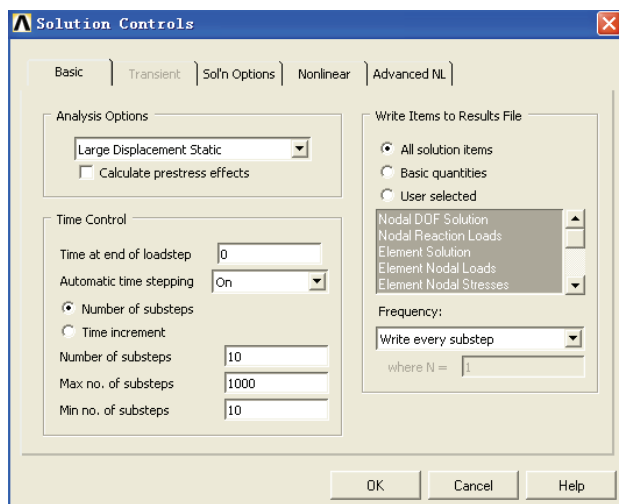

图 6-81 求解过程基本属性设置对话框
2) 选择 Main Menu | Solution | Analysis Type | Sol's Controls 命令, 出现 Solution Controls 对话框, 单击其上的 Basic 选项卡, 参照图 6-81 对其进行设置, 单击 OK 按钮关闭该对话框。